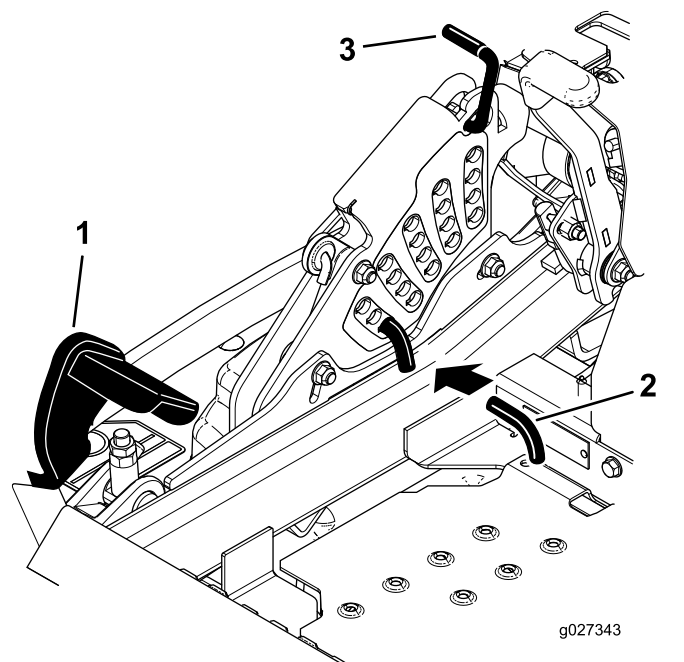

Figure 28
2. Appuyez sur la pédale de levage du tablier avec le pied et levez le tablier en position de transport (qui est aussi la position de hauteur de coupe de 140 mm [5,5 po]), comme montré à la Figure 28.
3. Pour changer de hauteur de coupe, tournez la goupille de 90 degrés retirez-la du support de hauteur de coupe (Figure 28).
4. Placez la goupille dans le trou du support correspondant à la hauteur de coupe voulue (Figure 28).